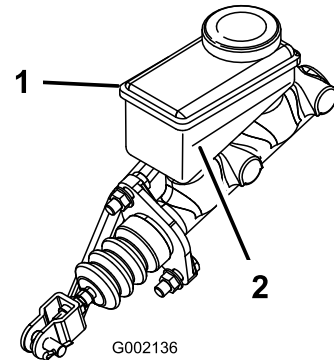

Figure 62
5. Observez le repère de niveau sur le côté du réservoir (Figure 62).
- B. Versez du liquide de frein DOT 3 dans le réservoir jusqu'à ce que le niveau dépasse le repère minimum (Figure 62).